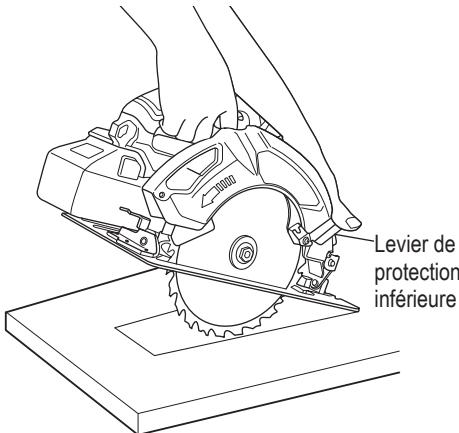

Fig. 33
- 1. Marquer bien lisiblement la section à couper avec des lignes sur tous les côtés. (Voir Fig. 33)
3. Pousser le levier à fond vers l'arrière jusqu'à ce que la lame soit exposée, comme indiqué à la Fig. 33.